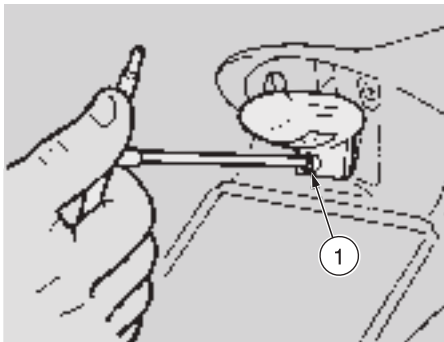

Fig. 56
- ◆ Destornille y quite el tornillo (1-Fig. 56).